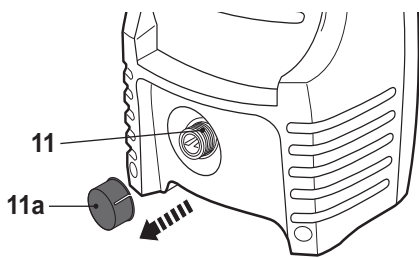

Fig. 11
- > Remova a tampa (11a) da entrada de água (11) (Fig. 11).